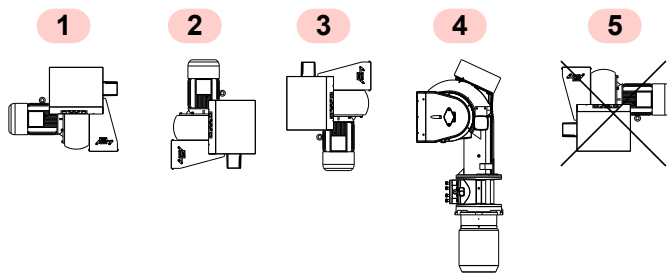

Fig. 11
- Le brûleur n'est prévu que pour fonctionner dans les positions **1**, **2**, **3** et **4** (Fig. 11).